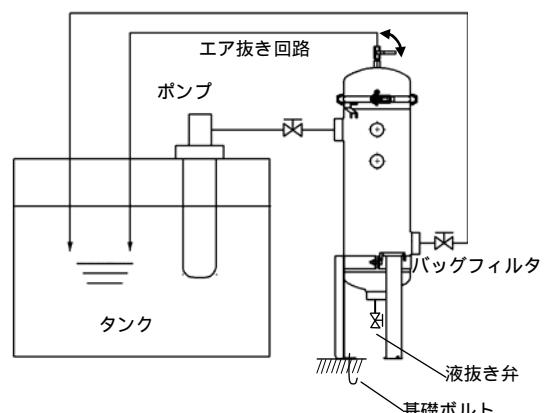

図 4-1. 循環ろ過回路例
- フィルタに対する圧力及び流量変動の少ない回路(図 4-1 参照)で使用してください。